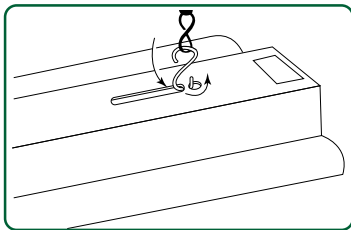

Fig. 1
1. Install two hooks (not supplied) in ceiling. Attach "S" hooks to chain. Slide hook through opening on top of channel and crimp both ends of hook. *Note: Maximum distance to electrical outlet is determined by the length of the cord provided. See Fig. 1.*
1. Instalar dos ganchos (no incluidos) en el techo. Anexar el gancho 'S' a la cadena. Deslizar el gancho por la entrada en la parte superior del canal y cierre los dos extremos del gancho. *Nota: La distancia máxima a una salida eléctrica es determinada por la longitud del cordón proporcionado. Ver fig. 1.*